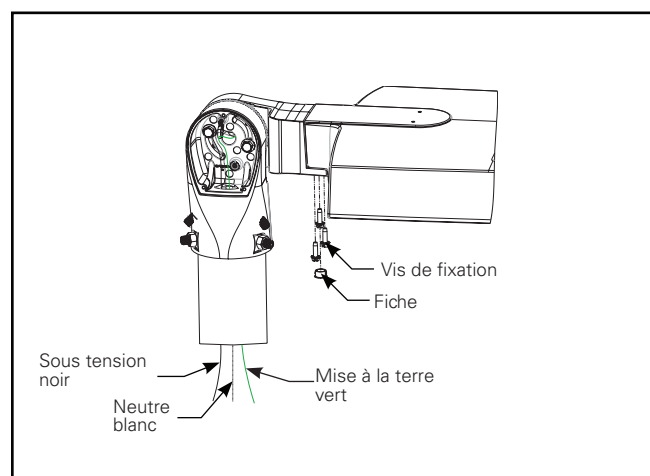

Figure 8.
- Fixez le luminaire au bras de montage comme suit : (figure 8).